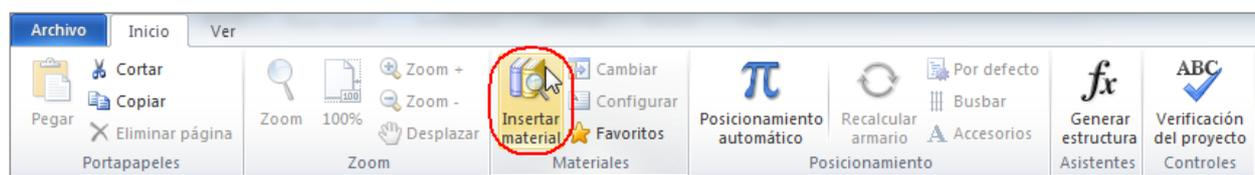

Fig. 29.
- Haga doble clic en un símbolo del panel de **Símbolos**, o seleccione un código de material de fabricante con el comando **Insertar material** (Fig.29).